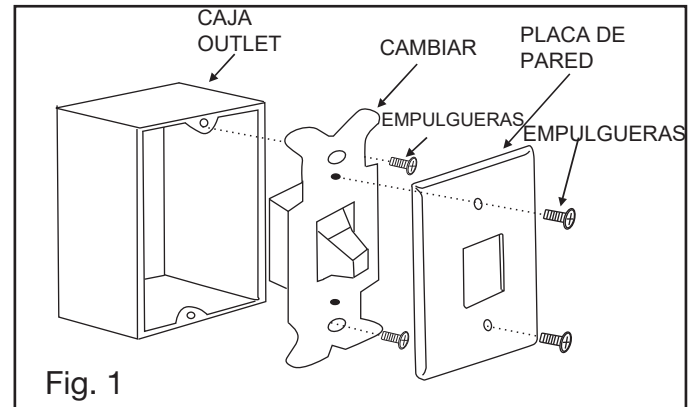

Fig. 1
- 1 Retire uno de los tres tornillos del eje de montaje ubicados en el motor del ventilador. Afloje los otros 2 tornillos. (No quitar) (Fig.1)